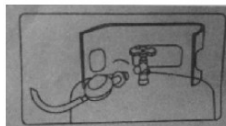

Abb. 2
2. Drehen Sie das Druckminderventil, um das Druckminderventil mit dem Eckventil der Gasflasche zu verbinden (wie in Abbildung 2 gezeigt).